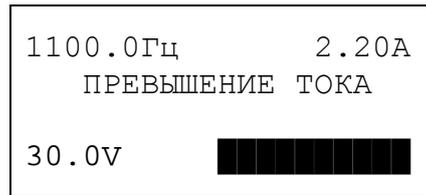

Рисунок 17 – Превышение тока
9.8.2.7 При дальнейшем увеличении тока, путём уменьшения сопротивления переменного резистора, в пределах 2,1А ... 2,5А прибор должен показать «Перегрузку по току» (см. рисунок 17) и снизить задание выходного напряжения;